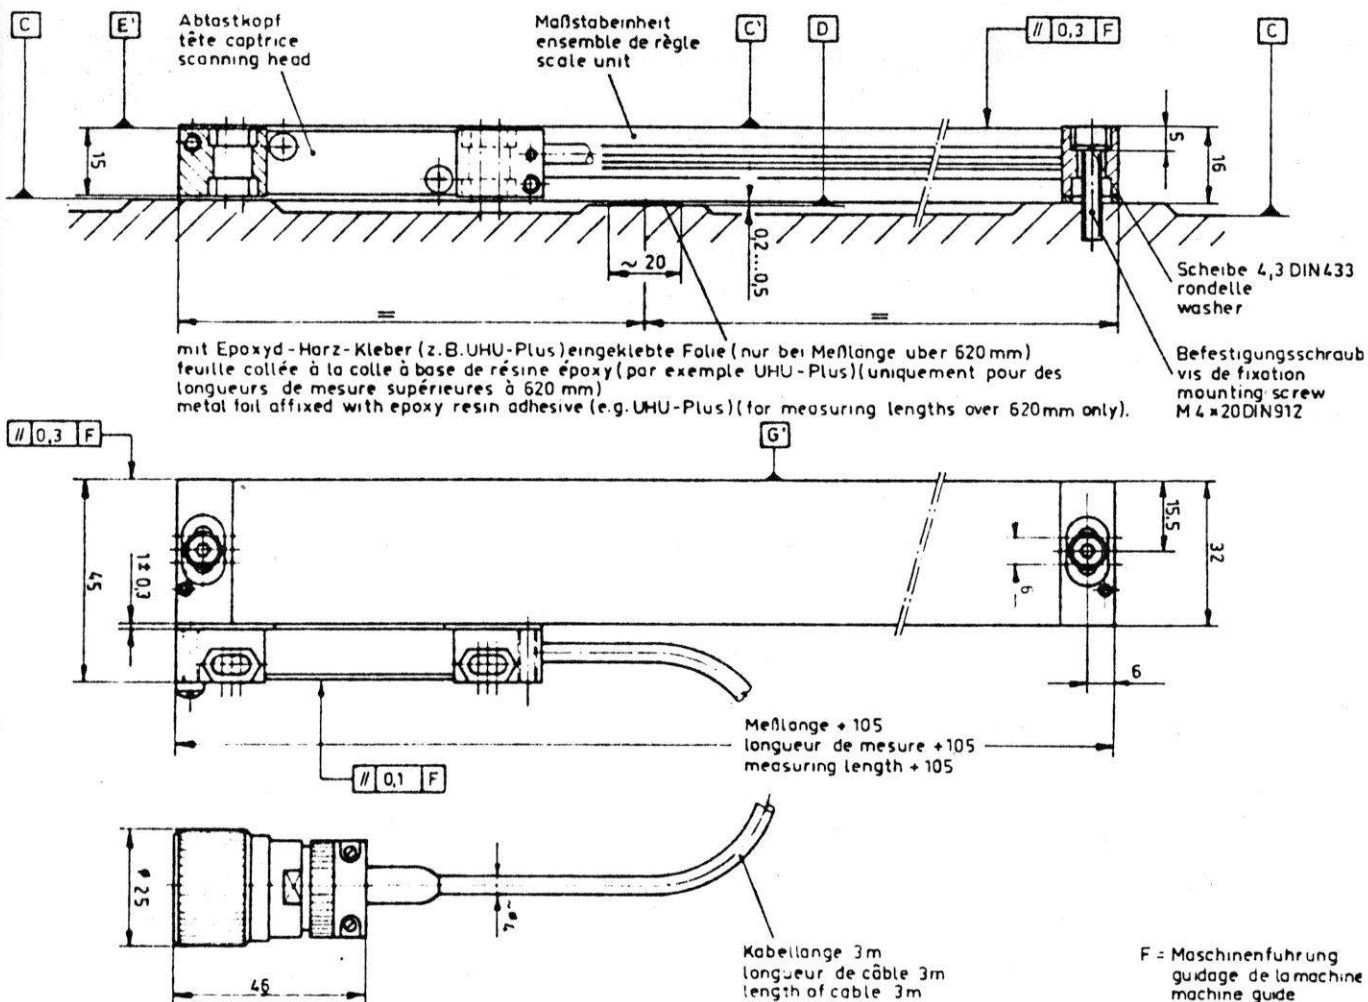

Fig. 2
4.2.1. Préparer les surfaces d'appui C pour l'ensemble de la règle. Elles doivent être débarrassées de toutes traces de peinture (fig. 2).
Coller une feuille en métal dégraissée de 0,1 à 0,2 mm plus fine que l'interstice de collage, entre la surface D et la règle au milieu du système de mesure, avec une colle à base de résine époxy (par exemple UHU-plus) (fig. 2).